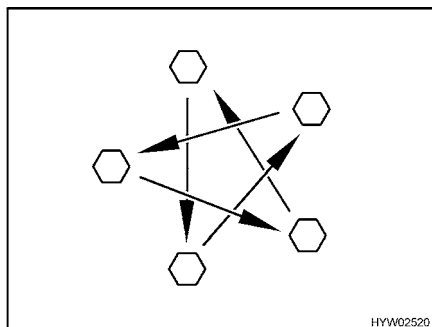

Fig. 214 Serrer en croix les écrous ou les boulons de roue
- Vérifier régulièrement le serrage des écrous ou des boulons de roues. Resserrer alternativement et en croix (Fig. 214) tous les écrous ou les boulons de roue 50 km après le changement d'une roue.
- ▷ Serrer en croix les écrous ou les boulons de roue (Fig. 214).